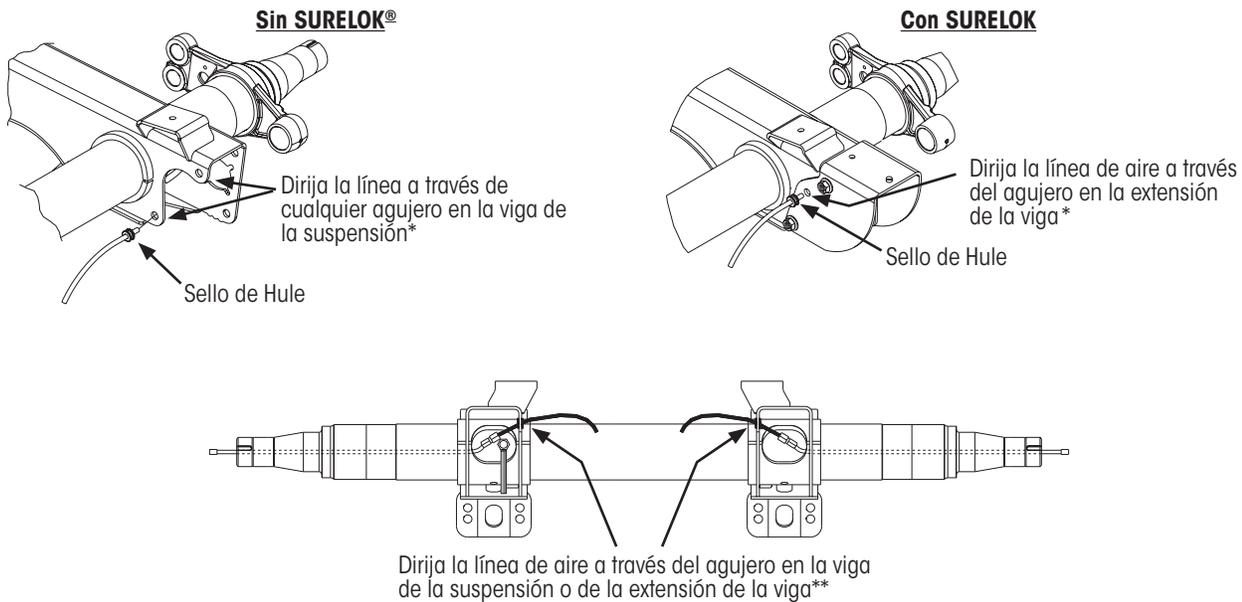

Figura 12: Detalles de instalación sugerida de la línea de control para Modelos Estándar de Montaje por Arriba del Eje, Buje Ancho **AAT, HKAT**
3. **Ajuste** la conexión, solo en la dirección de apriete, para la suspensión aplicable. Ver Figura 12 a Figura 16.
Para sistemas con uno, dos o más ejes adicionales, observe los requisitos de instalación, como se muestra en los siguientes diagramas (Figura 12 a Figura 16). Extienda la tubería principal de 3/8 pulg., según sea necesario.